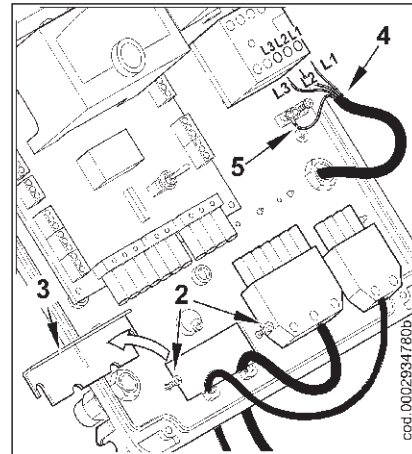

Рисунок 2
- 2) Ослабьте винты "2". После того, как вы сняли кабельный зажим "3", пропустите через отверстие 7-штырьковый и 4-штырьковый разъёмы (см. рис. 2). Подсоедините питающие провода "4" к дистанционному выключателю, закрепите заземляющий провод "5" и затяните соответствующий кабельный зажим.